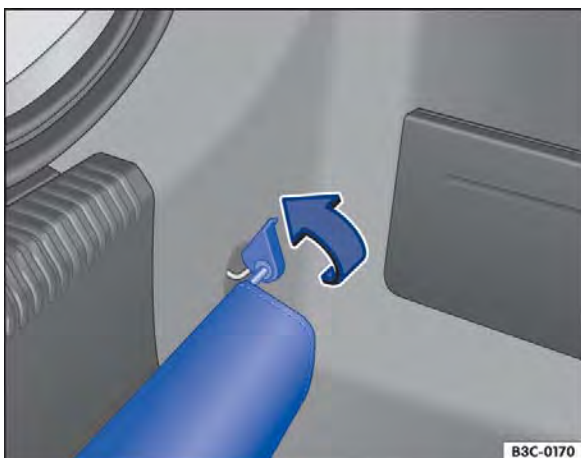

Fig. 102 No compartimento de bagagem: ponto de fixação para o pano de proteção do para-choque traseiro.
- Pressionar o suporte do pano de proteção por baixo sobre os olhais de amarração traseiros à direita e à esquerda ⇒ Fig. 102 (seta). Para isso, possivelmente será necessário aplicar uma força maior.